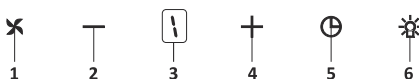

Fig. 15: Bouton de forage à 5 vitesses
1. ➤ Appuyez ce bouton pour allumer le produit. Fig. 15
2. ➤ Appuyez sur ce bouton pour diminuer la vitesse du moteur. Fig. 15
3. ➤ Écran de suivi : vous pouvez suivre la vitesse à laquelle le produit fonctionne sur cet écran. Fig. 15
4. ➤ Appuyez sur ce bouton pour augmenter la vitesse du moteur. Fig. 15
5. ➤ Lorsque vous appuyez sur le bouton minuterie, une minuterie de 15 minutes est activée ; l'affichage donne un signal lorsque la minuterie démarre et le moteur s'arrête automatiquement après 15 minutes. Fig. 15
6. ➤ Appuyez ce bouton pour allumer et éteindre la lampe. Fig. 15